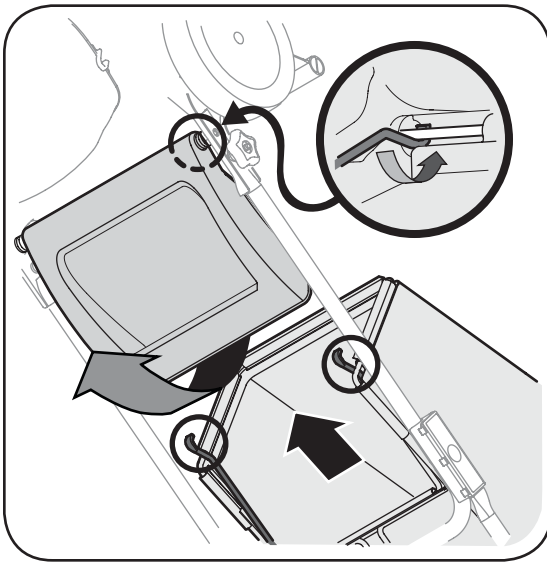

Figure 3-5
c. Placez le sac à herbe sur la tige de pivotement. Lâchez le clapet pour qu'il repose sur le sac à herbe. Voir la Figure 3-5.